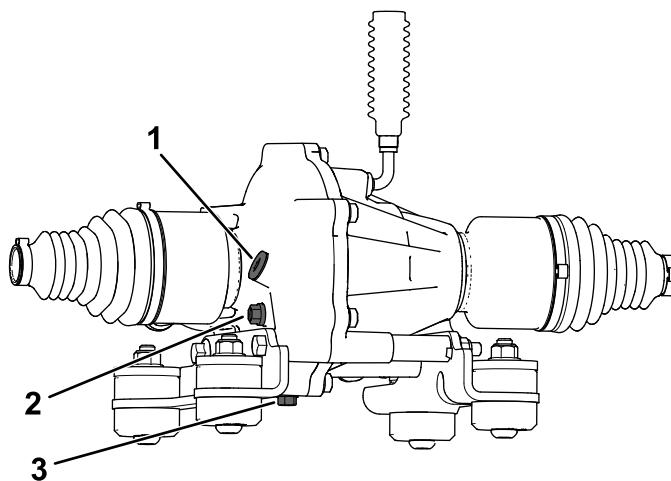

Bild 118
4. Entfernen Sie die Prüfschraube am vorderen Differential (**Bild 118**).
5. Wenn der Ölstand niedrig ist, können Sie das angegebene Öl durch die Öffnung der Prüfschraube (**Bild 118**) nachfüllen.
4. Stellen Sie eine Auffangwanne unter die Ablassschraube (Bild 118).
5. Entfernen Sie die Füllschraube (Bild 118).
6. Entfernen Sie die Ablassschraube und lassen Sie das Öl vollständig ablaufen (Bild 118).